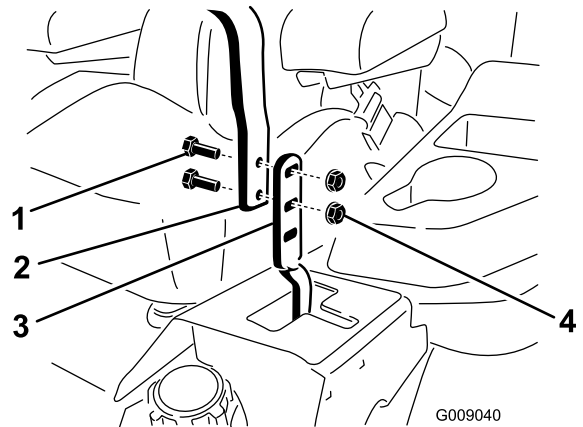

Figure 62
- Desserrez les boulons et les écrous à embase situés dans les leviers (**Figure 62**).